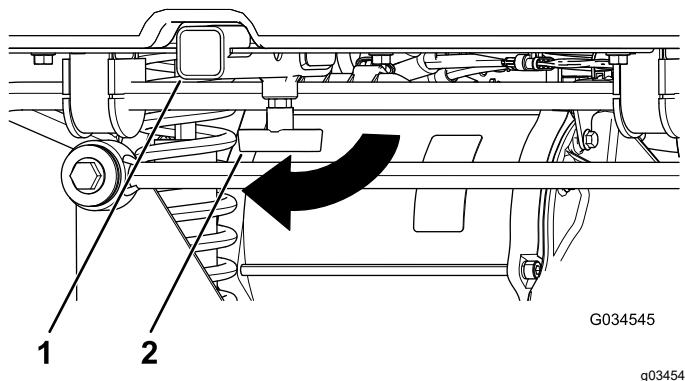

Рисунок 20
1. Ослабьте Т-образную рукоятку, повернув ее по часовой стрелке (Рисунок 20).
2. Вставьте вспомогательное приспособление в приемное устройство до совмещения отверстий (Рисунок 20).